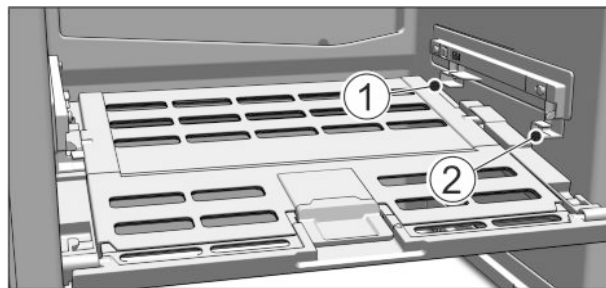

Fig. 10
▶ Поставяне на капака на отделението Fruit & Vegetable-Safe: Пъхнете шийките на капака отдолу в задния държач Fig. 10 (1) и фиксирайте отпред в държача Fig. 10 (2).